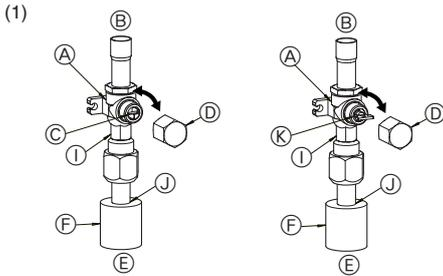

Fig. 4-5
- RP60-140 modellerinin gaz tarafı (Fig. 4-5)